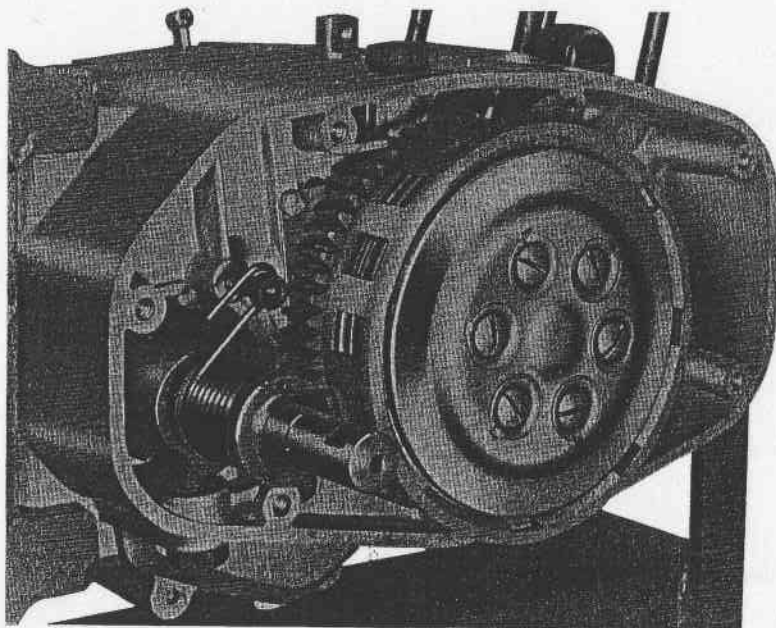

Fig. 39 - Groupe embrayage - kick starter
- Mettre les ressorts et leur logement, puis serrer les 6 vis (Fig. 39).
- Remonter l'arbre de kick dans logement (fig. 39 à pag. 34).